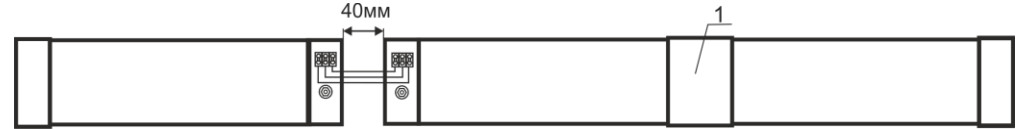

Рис. 3. Обогреватели, подключенные в единую цепь.
7.1.5. Все обогреватели СТЕП ПН комплектуются соединительной заглушкой, которая скрывает соединение между обогревателями подключенных в единую цепь. Расстояние между обогревателями не должно превышать 40 мм. (Рис. 3)